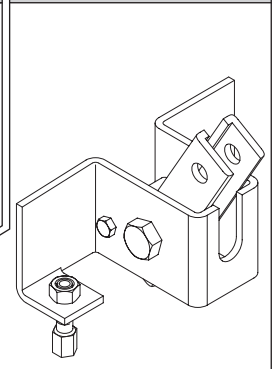

Рис. 25
16.1) ЗАМЕНА ПРЕДОХРАНИТЕЛЯ (Рис.25).